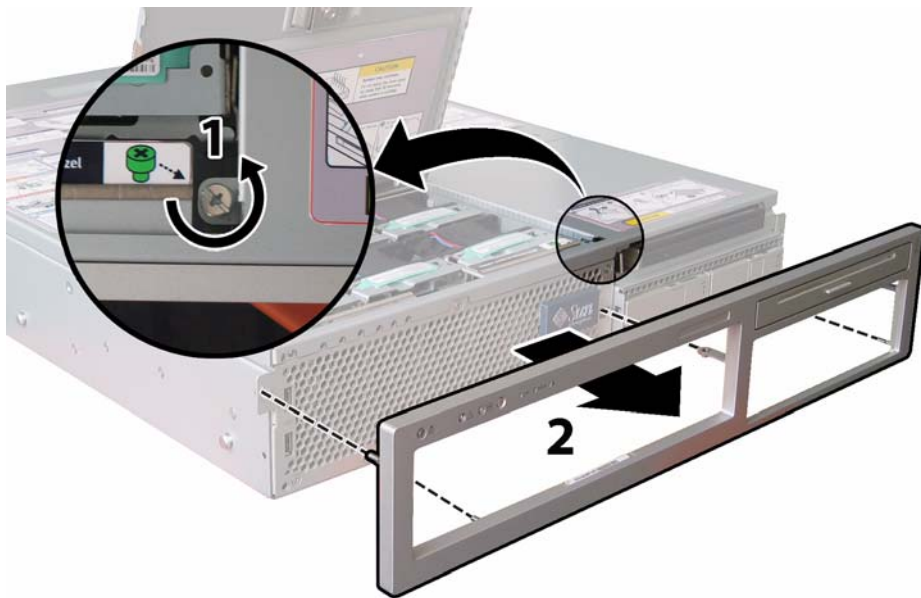

図 4-3 前面ベゼル固定ネジの取り外し
1. ファンベイのドアを開き、No.2 のプラスドライバーを使用して、ベゼルを固定している固定ネジを外します。図 4-3 を参照してください。